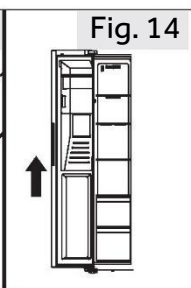

Fig. 14
4. Levante la puerta para extraerla (Fig.14). Al retirar la puerta del congelador, levántela lo suficiente para extraer la conexión de agua de la parte inferior del aparato.